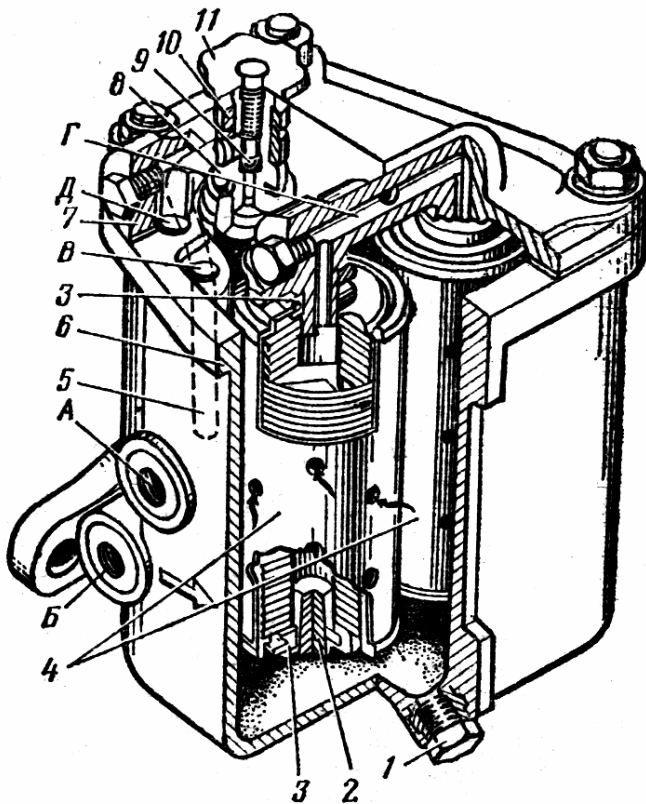

Рис. 4.22. Фильтр тонкой очистки топлива двигателя Д-240:
2. Изучите фильтр тонкой очистки топлива (рис. 4.22).